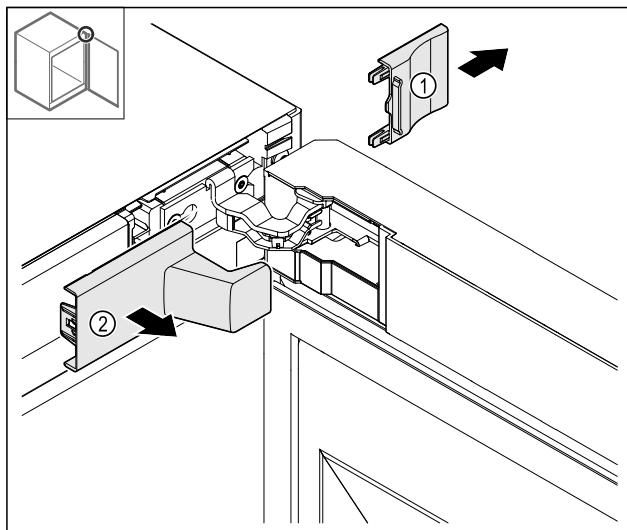

Fig. 13
- Demontirajte poklopac Fig. 13 (1), a zatim Fig. 13 (2).